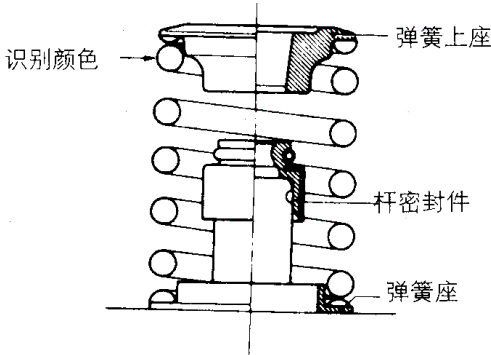

图 2-70 气门弹簧座识别颜色
(2) 安装气门弹簧时，注意带有识别颜色的气门弹簧端应直接朝向弹簧上座，如图 2-70 所示。